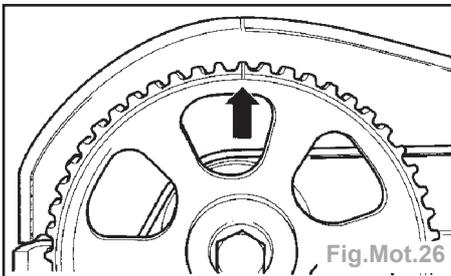

Fig.Mot.26
- Faire coïncider le repère se trouvant sur le pignon d'arbre à cames avec le repère sur le couvre-culasse (Fig.Mot.26).